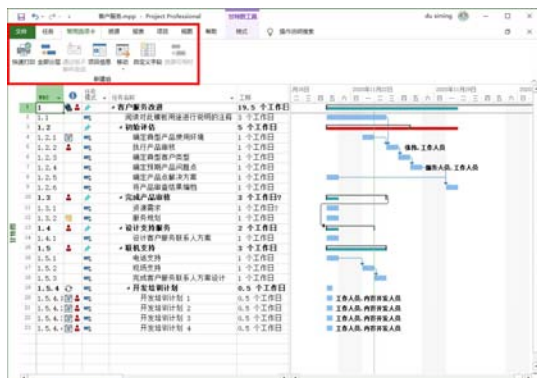

图 1-51 显示新创建的选项卡
(5) 此时, 系统将在功能区中显示新创建的选项卡, 如图 1-51 所示。